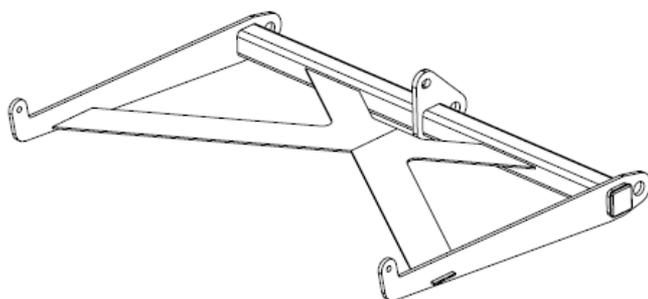

図5. 連結タブを上向きにして配置したプルバックバー
2. 連結タブを上向き(アレイに向けて)にしてプルバックブラケットを配置します。図5を参照してください。